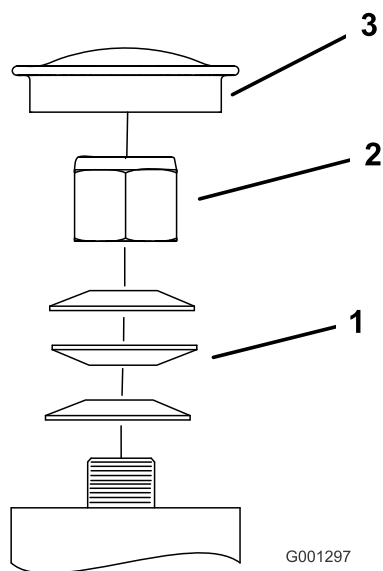

Figura 53
3. Retire o tampão antipoeira da roda e aperte a porca de bloqueio (Figura 53).
4. Aperte a porca de bloqueio até que as anilhas de mola estejam planas e, em seguida, recue 1/4 de volta para aplicar devidamente a pré-carga nos rolamentos (Figura 53).
- Importante:** Certifique-se de que as anilhas de mola estão corretamente montadas como se mostra na Figura 53.
5. Instale o tampão antipoeira (Figura 53).